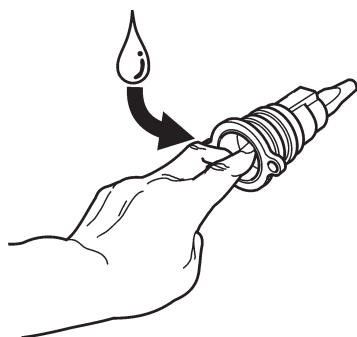
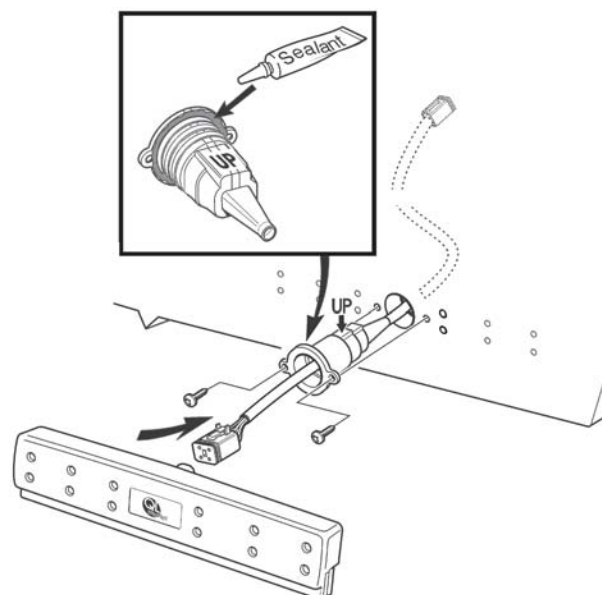
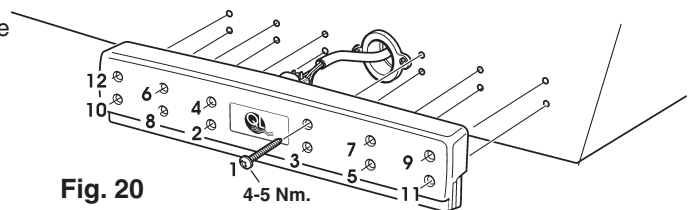
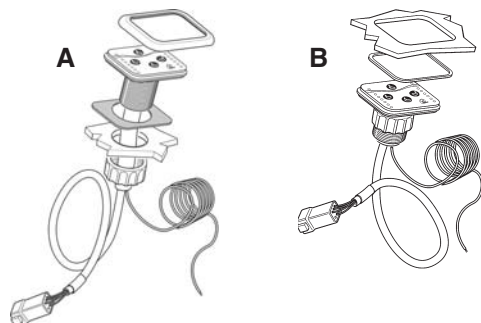

Fig. 16
Fig. 18
Fig. 20
Fig. 22
Spingere il cavo quadripolare (l'estremità con la sola spina, quindi senza la ghiera passacavo) dall'esterno dello specchio di poppa, attraverso il centro del foro; tirare/spingere alternativamente il cavo facendolo passare per tutta la sua lunghezza attraverso lo specchio di poppa e lasciare la ghiera passacavo a circa 50 mm dallo specchio di poppa. **Nota!** Controllare che la ghiera passacavo scorra con facilità sulla guaina del cavo. In caso contrario, passare una soluzione saponosa all'interno della ghiera e provare nuovamente la scorrevolezza del cavo. **Ved. fig. 16.**
del passacavo. A questo punto ricontrollare che il passacavo termini a filo con lo specchio di poppa. Se c'è ancora gioco, rimodellare ulteriormente il bordo, fino a eliminarlo completamente. Girare la ghiera, in modo che la marcatura "UP" sia orientata verso l'alto e ruotare il cavo in modo che la spina quadripolare assuma il corretto posizionamento nella ghiera. **Ved. fig. 18.**
Applicare sigillante marino (vedere le caratteristiche del sigillante) sul bordo della ghiera passacavo (il bordo verso lo specchio di poppa), **ved. fig. 18,** e spingere/tirare la ghiera, posizionandola nel foro. Spingerla contro lo specchio di poppa e regolarla, in modo che i due fori flangiati si adattino ai fori praticati nello specchio di poppa. Posizionare in sede la ghiera (usare le due viti piccole fornite con il materiale) e serrare a fondo. Usare un cacciavite con testa scanalata a croce, serrando manualmente e accertandosi che passacavo termini a filo con la superficie dello specchio di poppa. **Nota!** Non utilizzare utensili pneumatici o elettrici che potrebbero serrare eccessivamente. Asportare i residui di sigillante, prima che indurisca. Spingere il cavo dall'interno, in modo che la spina esca di circa 50 mm dalla ghiera passacavo. **Ved. fig. 20.**
Applicare un sottile strato di soluzione saponata all'interno della ghiera passacavo (applicarla con il dito). Vedere fig. 16. Applicare delicatamente il gruppo di assetto sullo specchio di poppa, in modo che il collare entri nella ghiera. Potrebbe essere necessario tirare contemporaneamente il cavo dall'interno dello specchio di poppa. Controllare che il cavo passi con facilità attraverso la ghiera e che non si attorcigli al suo interno. Ora, controllare che il gruppo di assetto aderisca perfettamente allo specchio di poppa, lungo tutta la sua circonferenza. Se così non è, verificarne la causa e provvedere in modo adeguato. Ricontrollare e, quando va tutto bene, rimuovere il gruppo di assetto dallo specchio di poppa, mantenendo però la spina inserita nella presa del gruppo di assetto.
Applicare un sottile strato di soluzione saponosa all'interno della ghiera passacavo (applicarla con il dito). Ved. fig. 16. Spostare delicatamente il gruppo di assetto contro lo specchio di poppa, in modo che il collare entri nella ghiera. Potrebbe essere necessario tirare contemporaneamente il cavo dall'interno dello specchio di poppa. Controllare che il cavo passi con facilità attraverso la ghiera e che non si attorcigli all'interno della ghiera. Una volta raggiunta la corretta posizione del gruppo di assetto, introdurre le viti nei fori praticati sullo specchio di poppa e serrarle con sequenza alternata. Usare un cacciavite con testa scanalata a croce, serrando manualmente e accertandosi che le estremità dell'unità intercettore terminino a filo con la superficie dello specchio di poppa. **Nota!** Non utilizzare utensili pneumatici o elettrici che potrebbero serrare eccessivamente e danneggiare l'unità intercettore. **Nota!** La coppia da applicare è di 4-5 Nm. Ved. fig. 20. Asportare ogni residuo di sigillante, prima che si solidifichi.
Montare il pannello comandi (B) **ved. fig. 1, 3 e 22** in un punto di facile accesso sul posto di pilotaggio. Il foro deve avere un diametro di 52 mm. **Ved. fig. 3.** Usare la guarnizione, fornita per l'alimentazione (Ved. fig. 20). Per l'allineamento del pannello, pressare in fuori la sezione centrale e impiegare il resto della guarnizione per l'assemblaggio, **ved. (B) fig. 22 B.** Vedere anche la dima dei fori per il pannello di controllo, alla fine di questo manuale.